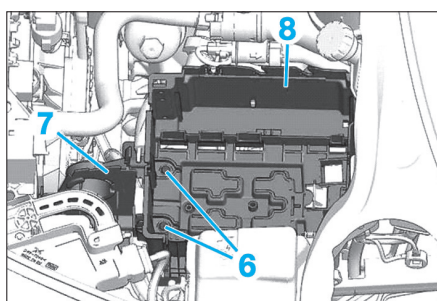

Fig. 6
- la batterie (3),
- le couvercle (4) de maintien du raccord d'admission d'air,
- le raccord (5) d'air admission.
- Écarter le calculateur d'injection (2) avec précaution.
- le support (7) du raccord d'admission d'air (Fig.6),